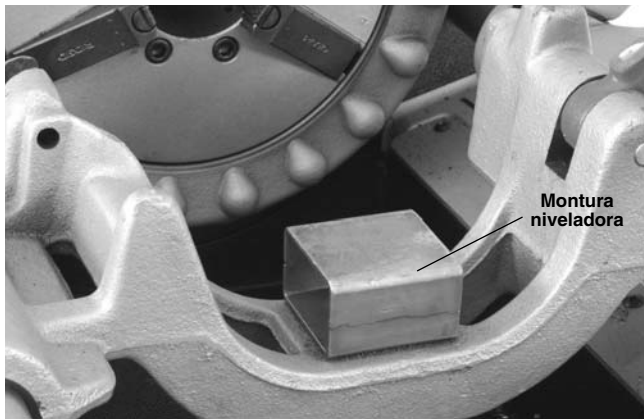

Figura 16 – Montura en el carro 535
2. Si está usando una máquina 535M con el carro de espacio libre alto, coloque la montura niveladora sobre el carro como se muestra en la *Figura 16*.
1. Coloque la montura niveladora sobre el carro como se muestra en la Figura 16.